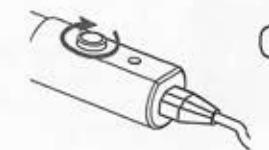

Bild.9
- Vrid termostaten medols till dess högsta inställning [Bild 9].